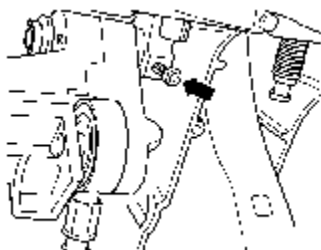

图 9-6 旋出螺栓
旋出螺栓,如图 9-6 中箭头所示。向右按压离合器踏板和制动踏板的定位销至离合器踏板取出。如有必要可用螺丝刀把制动踏板的卡簧从定位销上压出。取出离合器踏板和过死点弹簧。
(2) 将离合器踏板首先钩入过死点弹簧中，并与工作缸相结合，然后插到定位销上。
(3) 当两个锁紧垫圈置于离合器踏板/制动踏板的定位销上后，才能拧紧螺栓(图 9-6)。